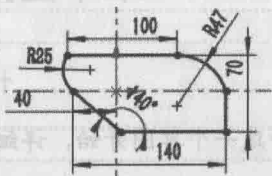

图 1.1.6 添加尺寸
Step5. 添加尺寸。选择下拉菜单 **工具(T)** → **标注尺寸(S)** → **智能尺寸(S)** 命令，添加图 1.1.6 所示的尺寸。